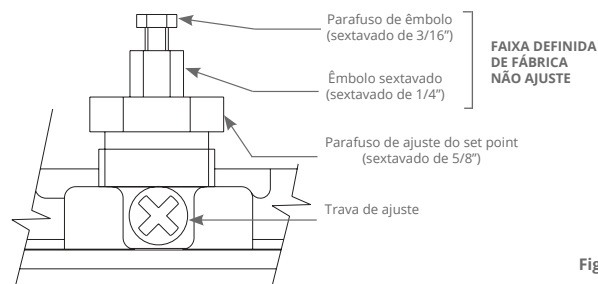

Figura 1
2 Regule o ponto de ajuste girando o parafuso de ajuste sextavado de 5/8" no sentido horário para aumentar o set point, ou no sentido anti-horário para diminuir o set point. A tensão no parafuso de ajuste pode ser aumentada apertando-se a trava de ajuste nele. (Consulte a Figura 1.) Os controles incluem escalas de referência não calibradas para configurações de intervalo alto, baixo ou médio. Ao fazer ajustes, não exceda a classificação de pressão de prova indicada na placa de identificação, pois isso pode causar uma mudança no set point.
- 2 Ajuste cada set point de queda girando o parafuso de ajuste (veja a Figura 1) no sentido horário para elevar cada ponto de ajuste ou no sentido anti-horário para abaixar cada ponto de ajuste. O ajuste de queda é constante.